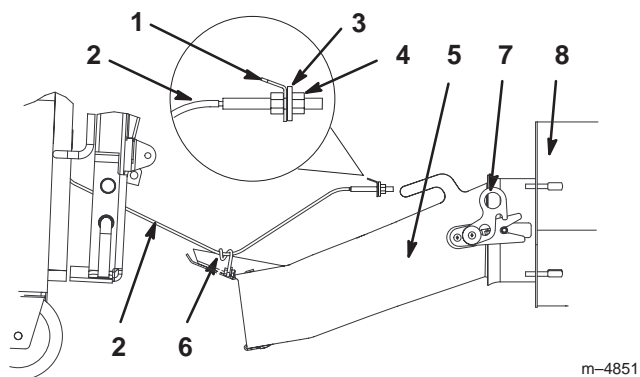

Figure 40
4. Relevez le siège et déverrouillez la boîte à air de chaque côté de l'entrée de la soufflante (Fig. 40).
5. Sortez la boîte du carter de soufflante et posez-la sur le sol (Fig. 40).
6. Tirez ou poussez la boîte à air pour la sortir de sa position entre le plateau de coupe et la roue motrice (Fig. 40).
3. Relevez le siège pour accéder à la boîte à air et la diriger dans le carter de soufflante. Vérifiez que les verrous de la boîte s'enclenchent bien de chaque côté du carter de soufflante (Fig. 40).
4. Passez à gauche, devant la roue motrice, soulevez la boîte à air et enroulez le câble, dans le sens anti-horaire, autour du guide-câble (Fig. 40).